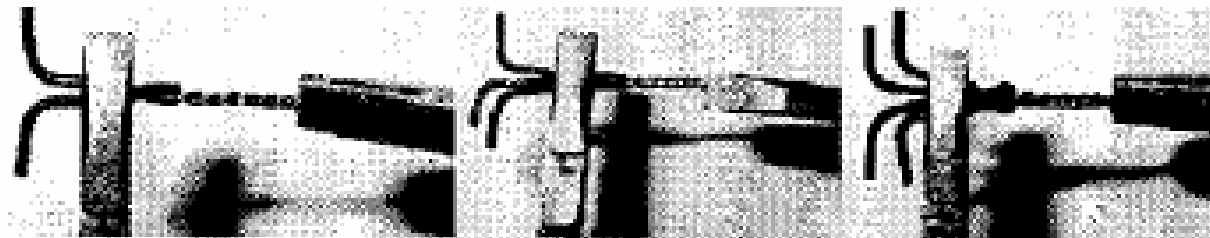

Figura 10.23
4. Termine a emenda com auxílio de outro alicate (figura 10.23).